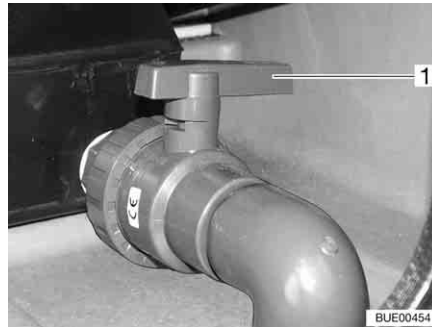
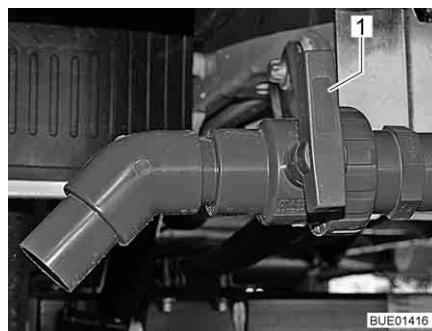

Fig. 198 Robinet de vidange (dans le double plancher)
Fig. 199 Robinet de vidange (extérieur)
Le réservoir d'eaux usées se trouve dans le double plancher du véhicule. On accède au réservoir d'eaux usées par un portillon extérieur ou un couvercle. Il est possible d'accéder au robinet de vidange (Fig. 198,1) par le portillon latéral de l'espace rangement.
- Tourner la poignée (Fig. 198,1 ou Fig. 199,1) du robinet de vidange dans le sens de l'écoulement. Les eaux usées s'écoulent ainsi par un robinet à bille.